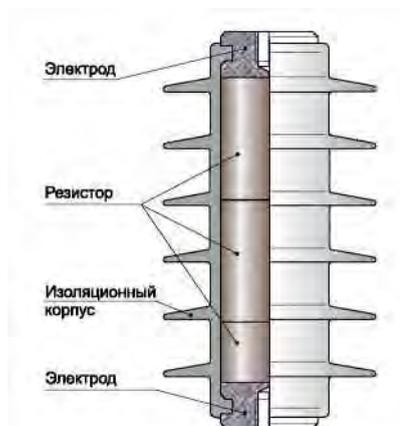

Рис. 2. Конструкция ОПН-РВ
3.1. Конструкция ОПН-РВ представлена на рис. 2. Габаритные и присоединительные размеры приведены на рис. 3-4 и в Табл. 1.3.